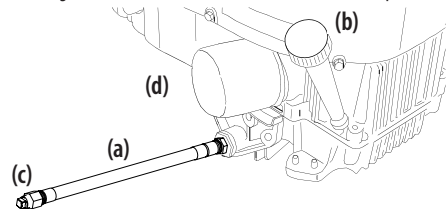

Figura 25
1. Ubique la manguera de drenaje de aceite (a) que está en el costado del motor. Consulte la Figura 25.
2. Para recoger el aceite usado, coloque un recipiente adecuado con al menos una capacidad de 2.5 cuartos de galón (2.37 litros) debajo de la abertura de la manguera de drenaje de aceite. Retire el tapón de llenado de aceite/la varilla de nivel de aceite (b) del tubo de llenado. Consulte la Figura 25.
3. Mientras sostiene el extremo libre de la manguera de drenaje de aceite sobre el recipiente de recolección de aceite, desenrosque el tapón con cabeza cuadrada de la manguera (c) del extremo de la manguera de drenaje de aceite. Consulte la Figura 25. Drene el aceite del motor dentro del recipiente.
5. Extraiga el filtro de aceite (d) y drene en el recipiente recolector. Consulte la Figura 25 en la página 55.
6. Vuelva a colocar el filtro de aceite (d) y cargue el motor con aceite nuevo según las instrucciones del Manual del Operador del Motor. Consulte la Figura 25 en la página 55.